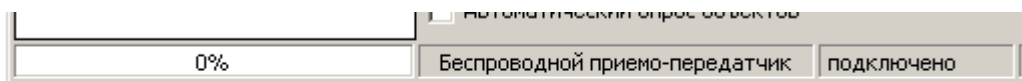

Рисунок 5 –подключение адаптера
5.3.1 Подключить адаптер беспроводной связи к свободному порту USB компьютера, при этом в строке статуса программы отобразится наличие подключения адаптера (рис. 5).